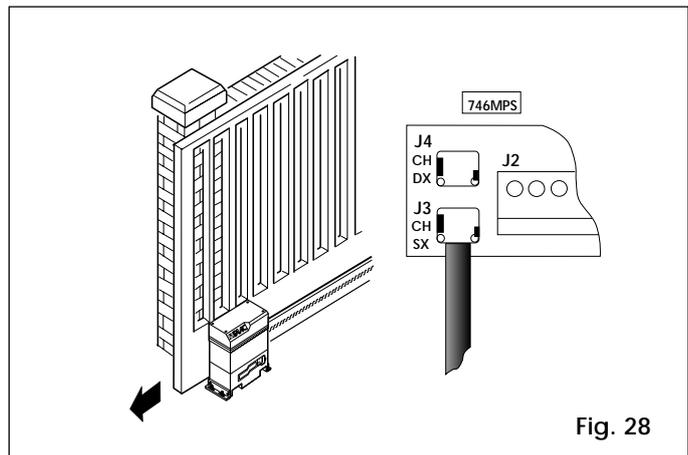

Fig. 28
Ver las Fig. 28 y 29 para la conexión rápida del sensor inductivo de final de carrera según el sentido de cierre de la cancela.
- 1) Insertar el conector del final de carrera en el equipo electrónico 746 MPS de acuerdo con la dirección de cierre de la cancela (apartado 5.2.3. y Fig. 28/29).